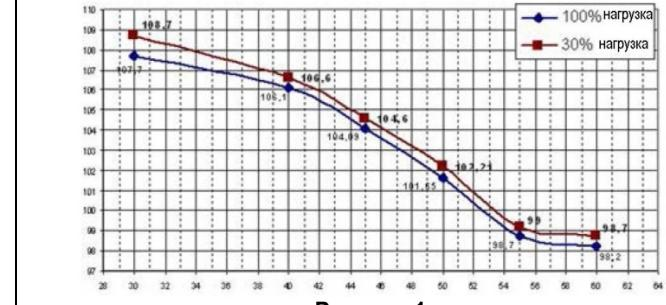

Рисунок 1
Condexa Pro2 EVO имеет высокую эффективность (КПД до 109% на максимальной мощности – смотри Рис. 1), надёжности и гибкости. Благодаря специальному теплообменнику повышенной производительности, электронной плате управления, модульной конструкции и гибкости, его можно легко подключить к любой системе отопления и производства горячей сантехнической воды с накопительным бойлером, при этом к нему можно подключить три контура отопления с разной температурой и независимым управлением.
- Конденсационный теплообменник из нержавеющей стали с КПД до 109% (смотри Рис. 1);
С учётом запроса на производство тепла, система регулирования включает и регулирует мощность отдельных котлоагрегатов таким образом, чтобы идеальным образом подстроить мощность, вырабатываемую котлом, под мощность, требуемую системой (смотри Рисунок 1).